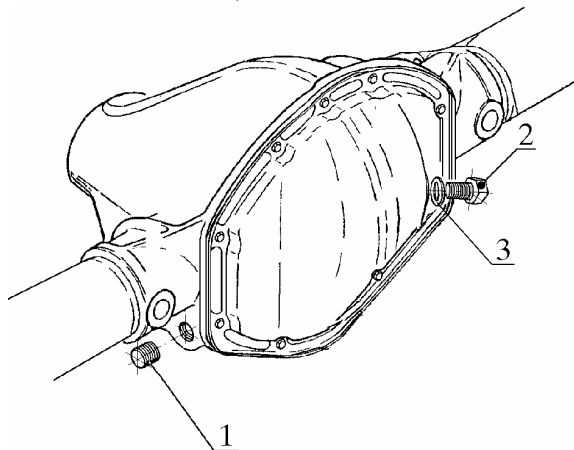

Рис. 32. Заправка маслом картера заднего моста:
6.20.1. Ввинтить и затянуть пробку 1 (рис. 32) сливного отверстия. Затяжка должна обеспечивать герметичность моста